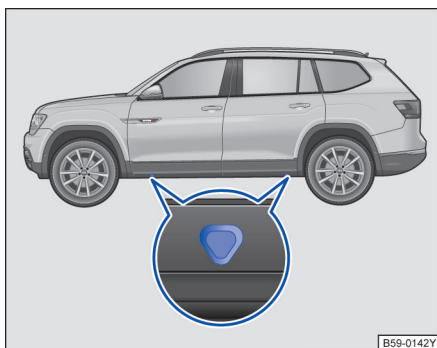
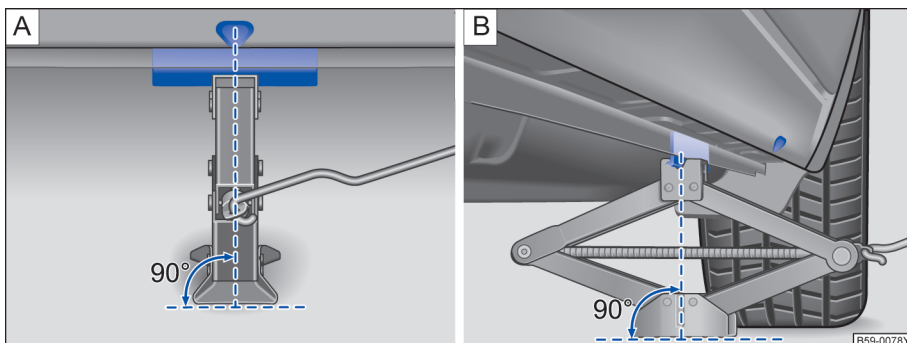

图 270 汽车千斤顶的支撑点
图 271 将千斤顶放在汽车左后侧
汽车千斤顶只允许放置在图示支撑点（车身上的标记）处→图 270 或 →图 271。在每个车轮旁都有相应的支撑点 → ⚠️。
5. 在车身底部下方找到靠近更换的车轮侧的千斤顶支撑点→图 270